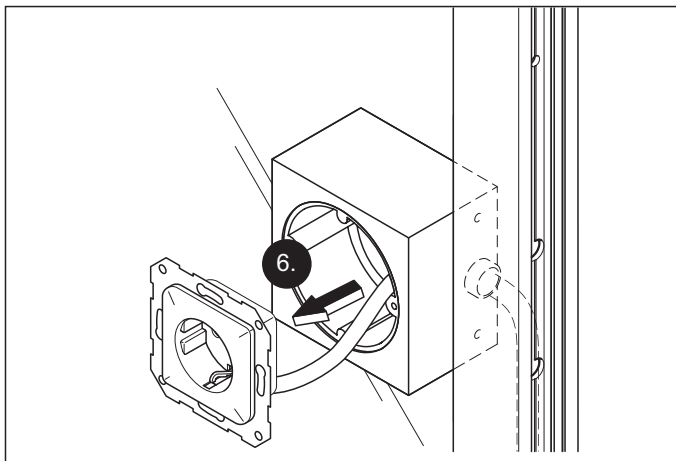

Abb. 15 Die Leitung an das vorgesehene Produkt anschließen, z. B. an eine Schutzkontaktsteckdose.
- Den Schutzleiter der verlegten Leitung fachgerecht an das vorgesehene Produkt anschließen (Abb. 15).